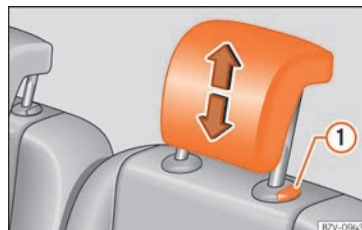

Fig. 157 Montaje del apoyacabezas de la segunda o tercera fila de asientos.
- Extraiga el apoyacabezas » » » **fig. 157 ①** con el botón pulsado.